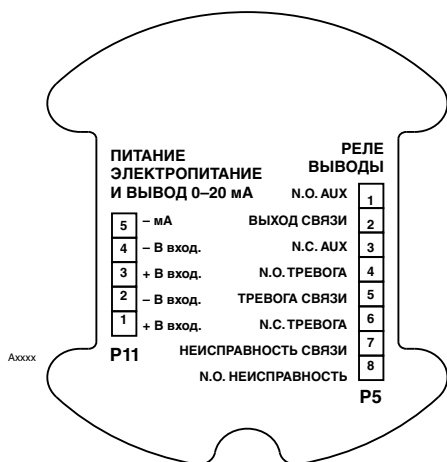

Рисунок 8—Монтажные клеммы U5015
- На рис. 8 представлены монтажные клеммы